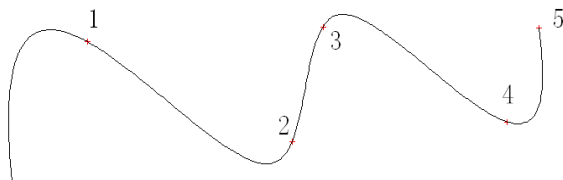

图 4-10 通过控制点绘制样条曲线
2. 在图中指定控制点，绘出样条曲线，如图 4-10 所示；